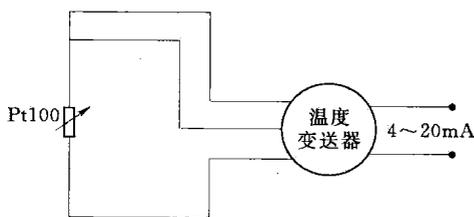

图 1.3
(1) 工作原理：利用导体电阻随温度变化的特性。热电阻用于测量时，要求其材料电阻温度系数大、稳定性好、电阻率高，电阻与温度之间最好有线性关系。
(2) 接线说明。接线如图 1.3 所示。连接两端元件热电阻采用的是三线制接法。采用三线制接法是为了减少测量误差。因为在多数测量中，热电阻远离测量电桥，因此与热电阻相连接的导线长，当环境温度变化时，连接导线的电阻值将有明显的变化，为了消除连接导线阻值的变化而产生的测量误差，就采用了三线制接法。即在两端元件的两端分别引出两条导线，这两条导线（材料相同、长度、粗细相等）又分别加在电桥相邻的两个桥臂上，经过温度变送器变送出 4~20mA 信号。